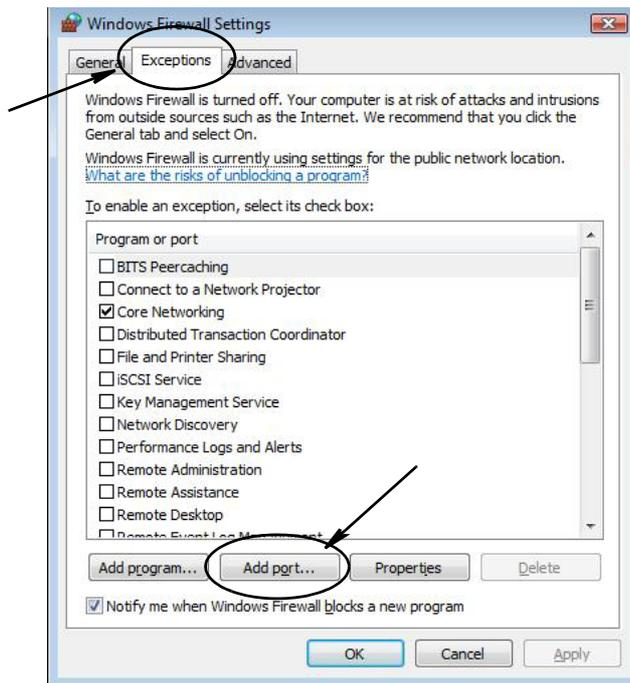

FIG. 28
3. Se non ancora selezionato, fare clic sulla scheda Eccezioni per visualizzare i contenuti (FIG. 28).
4. Fare clic sul pulsante “Add Port” (Aggiungi porta) (FIG. 28).